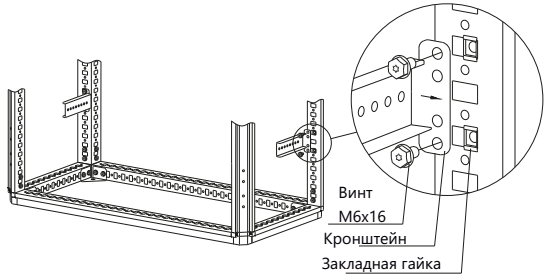

Рисунок 2
– вариант 2. Набором «закладная гайка М6 – винт М6×16 – шайба 6». Для этого предварительно установить закладные гайки в квадратные отверстия вертикальных дополнительных стоек и закрепить кронштейны винтами М6×16 и шайбой 6 (рисунок 2). Момент затяжки – 7 Н·м.